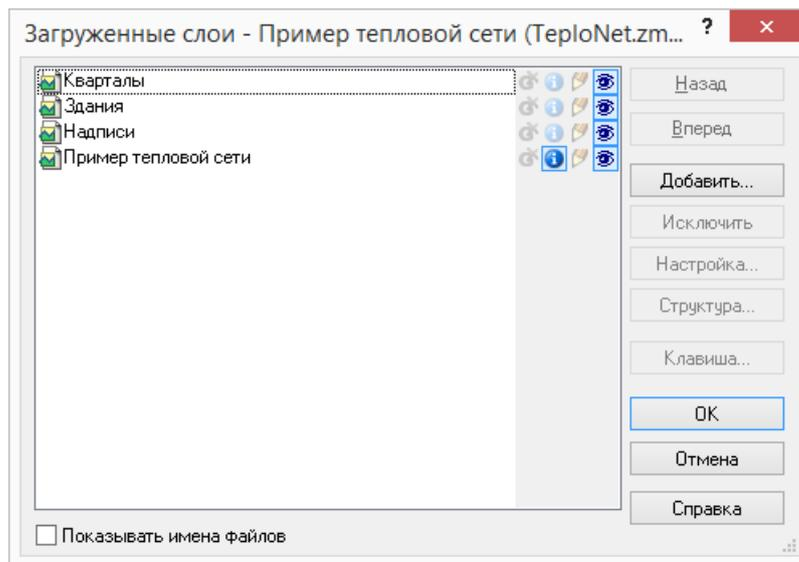

Рисунок 16.3. Диалог выбора слоя
- Нажмите кнопку Слой... и в появившемся диалоговом окне (Рисунок 16.3, «Диалог выбора слоя») с помощью левой кнопки мыши выберите слой тепловой сети.